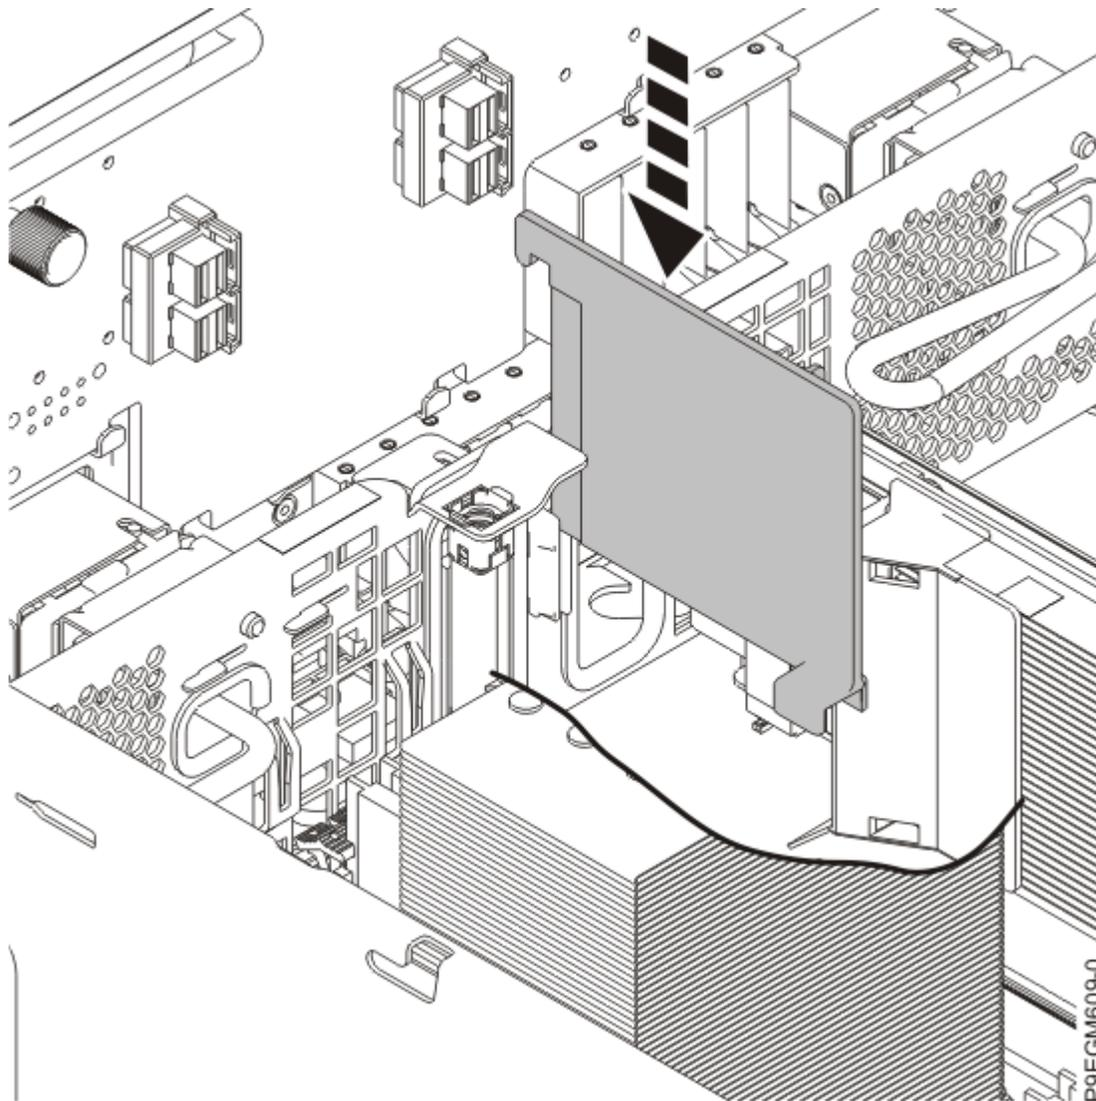

図 31. エア・デバイダーの取り付け
c) エア・デバイダーを下げて所定の位置に入れます (37 ページの図 31 を参照)。